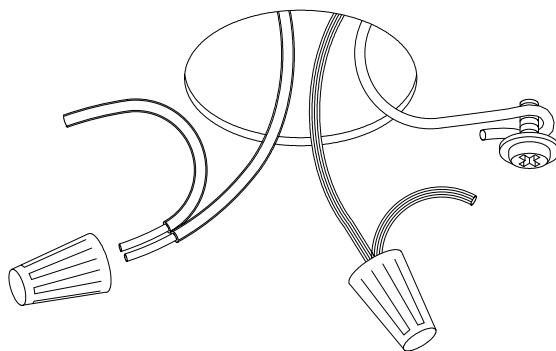

Fig. 9
**6. With the power off, connect the copper ground wire** from the junction box to the fixture by wrapping it under the head of the green ground screw and tightening the screw. (If house wiring includes no ground wire consult your local electrical code for approved methods). **See Figure 9.**
**7. Use wirenuts to connect** the black fixture wire(s) to the black power supply wire and white fixture wire(s) to white power supply wire. **See Figure 9.**
**6. S'assurer que le luminaire est mis hors tension,** connecter le fil de terre vert du cordon électrique au fil de terre en cuivre nu de la boîte de jonction, les enrouler sous la tête de la vis de terre verte et les fixer à la traverse. (Si l'alimentation électrique ne comprend pas de mise à la terre, consulter le code d'électricité en vigueur pour connaître les méthodes de mise à terre acceptables.) **Voir la figure 9.**
**7. Utiliser des capuchons de connexion** pour raccorder les fils de l'appareil à ceux de l'alimentation, fils noir(s) au noir, fils blanc(s) au blanc. **Voir la figure 9.**